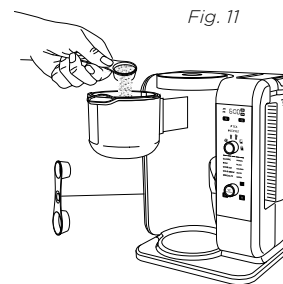

Fig. 12
- 3 Utilisez la cuillère Ninja Smart Scoop^{MC} et suivez les mesures du tableau pour remplir le panier à infuser (fig. 12). Ces mesures sont basées sur des cuillerées rases – ajustez-les selon vos goûts. Nous suggérons d'utiliser une mouture moyenne si vous moulez des grains entiers.
- 3 Utilisez la cuillère Ninja Smart Scoop^{MC} et suivez les mesures recommandées du tableau pour remplir le panier à infuser en les ajustant pour obtenir votre saveur désirée (fig. 12).